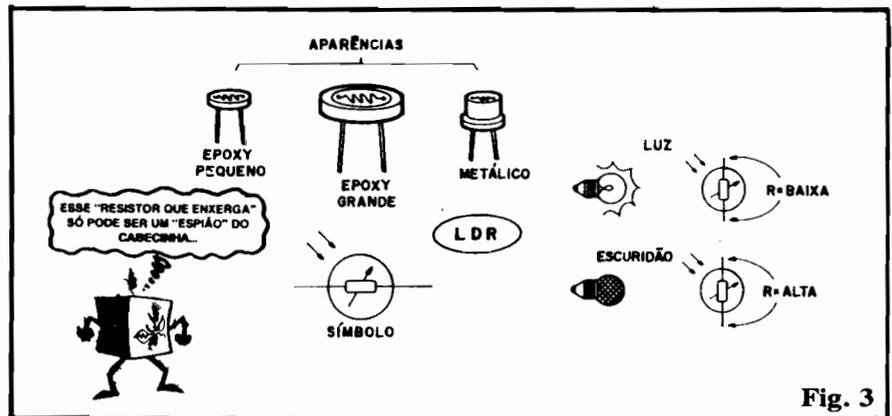

Fig. 3
- **FIG. 3 - LDR** - Iniciais dos termos em inglês Light Dependent